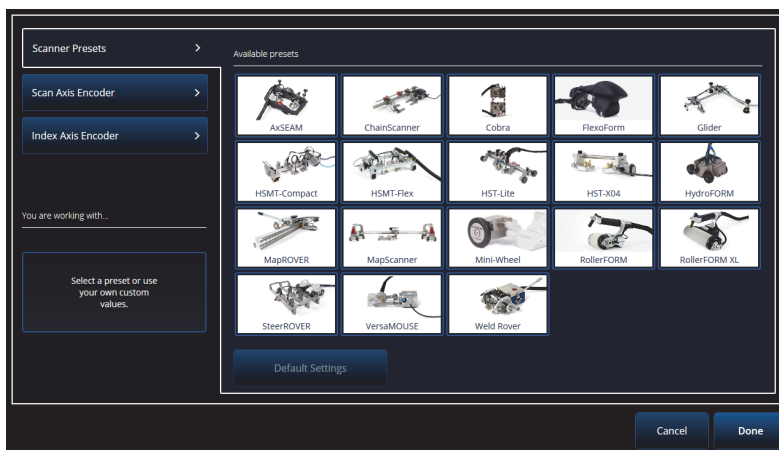

Figura 5-1 Elenco della selezione Scanner Presets
2. Selezionare **Scan > Inspection > Encoders** per accedere alla schermata di configurazione dell'encoder e definire i parametri dell'encoder in base alle proprie specifiche (Figura 5-1 a pagina 206). È possibile usare uno scanner predefinito o modificare i parametri per l'asse da questo menu.